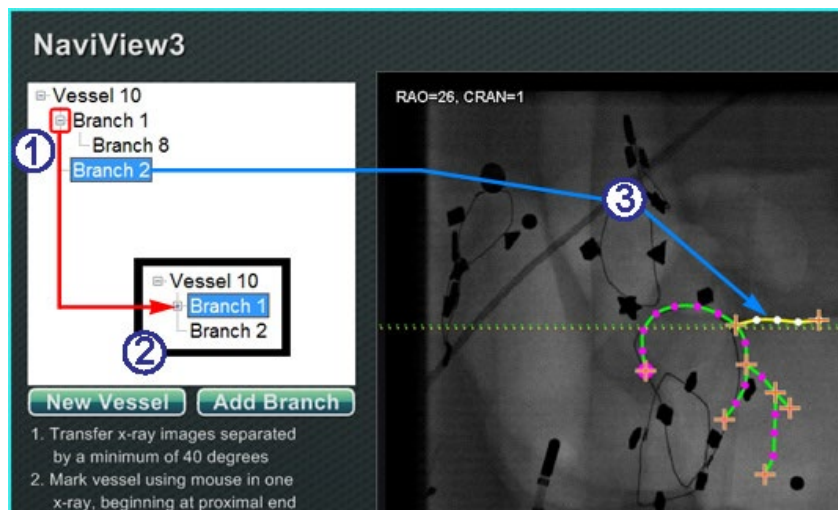

Abbildung 134. Eine Verzeichnisstruktur zeigt die vorhandenen Gefäße und Seitenäste
Nach dem oben beschriebenen Verfahren können weitere Verzweigungen von vorhandenen Seitenästen und Stämmen erstellt werden (**Abbildung 134**). Der Benutzer kann beliebig viele Gefäße und Seitenäste erstellen.
Erläuterung zum Hinzufügen weiterer Seitenäste (Abbildung 134)
- ① Wenn Gefäße und Seitenäste hinzugefügt werden, wächst die Verzeichnisstruktur. Die Einrückungsstufe des Seitenastnamens gibt die Verzweigungsebene an. Wenn der Seitenastname zweimal eingerückt ist, ist er eine Verzweigung eines Seitenasts.
- ② Die Gefäß- und Seitenastnamen können ein- und ausgeklappt werden, wenn neue Seitenäste darunter eingefügt werden. So kann beispielsweise „Vessel 1“ (Gefäß 1) in **Abbildung 134** durch Klicken auf das Minuszeichen (-) ausgeblendet werden. Es wird dann nur der Name „Vessel 1“ (Gefäß 1) angezeigt. Der Benutzer kann auch Seitenast 1 zuklappen. Beide Gruppen können durch Klicken auf das Pluszeichen (+) wieder erweitert werden.
- ③ Auf einen Gefäß- oder Seitenastnamen klicken, um das Gefäß bzw. den Seitenast auszuwählen. Der Name ist durch ein blaues Rechteck hervorgehoben, und die Zeichnung ist in den Farben für den ausgewählten Modus markiert: Gelb und Weiß.